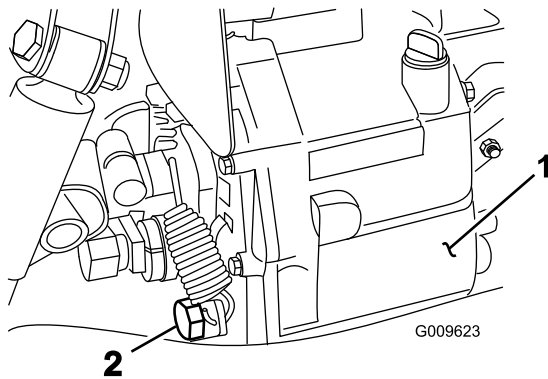

Bild 71
2. Nehmen Sie die Ablassschraube an der Seite des Behälters ab und lassen Sie das Hydrauliköl in die Auffangwanne ablaufen (Bild 71).